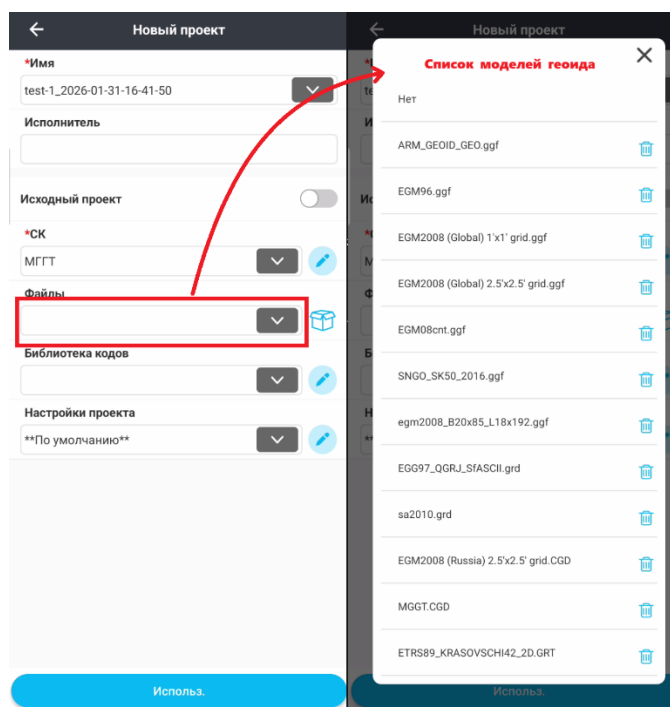

Рисунок 3.1.8
4. **Файлы** (Рисунок 3.1.8): после выбора системы координат в данном поле укажите желаемую модель геоида.